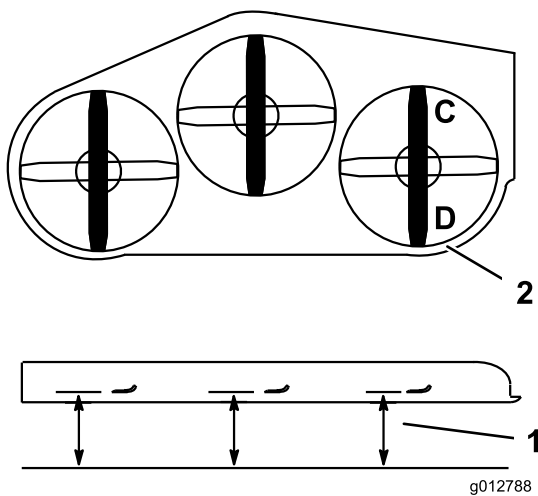

Figura 86
1. Coloque la cuchilla derecha en posición longitudinal (Figura 86).
2. Mida la cuchilla izquierda en la posición **C** desde una superficie nivelada hasta el filo de corte de la punta de la cuchilla, y anote esta medida (Figura 86).
3. Mida la cuchilla izquierda en la posición **D** desde una superficie nivelada hasta el filo de corte de la punta de la cuchilla, y anote esta medida (Figura 86).
4. La cuchilla del cortacésped debe estar entre 6 a 10 mm (1/4 a 3/8 pulgada) más baja en la posición **C** que en la posición **D** (Figura 86). Si la distancia no es correcta, continúe con los pasos siguientes.